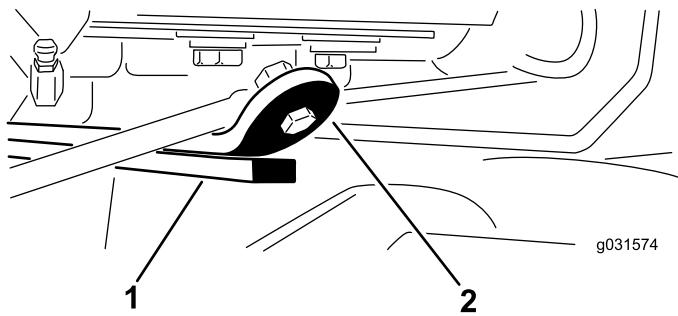

Figure 15
3. Démarrez le moteur, levez les unités de coupe et vérifiez qu'un espace de 0,51 et 2,54 mm (0,02 et 0,10 po) existe entre le segment d'usure sur le dessus de la barre d'usure de l'unité arrière et la bride de butée, comme montré à la Figure 15.